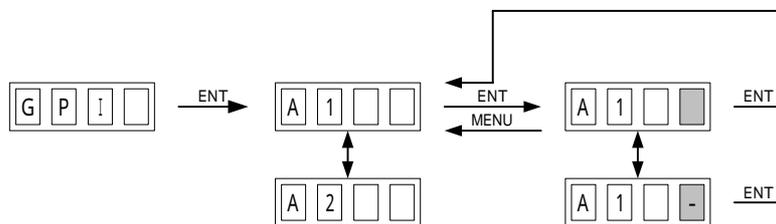

図4-4 表示器(「GPI」例)
- 1) メインメニューで「GPI」を選択し、**ENTER**ボタンを押すと図4-4のような設定メニューが表示されます。ツマミを回して変更項目を選択し**ENTER**ボタンを押して項目を決定します。このとき、「 / - 」が点滅して変更可能になったことを示します。